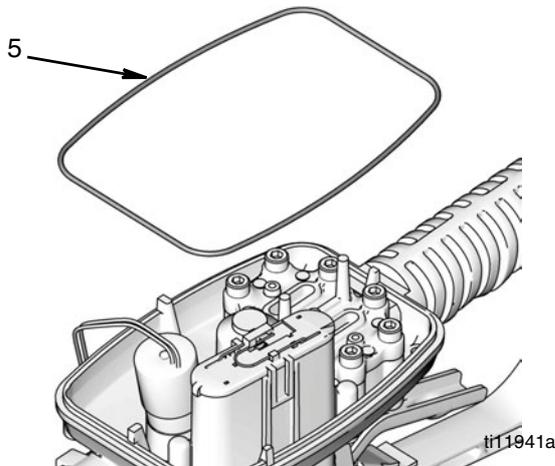

FIG. 33
11. **Todos los medidores:** Instale las juntas o-ring (5) (FIG. 33).